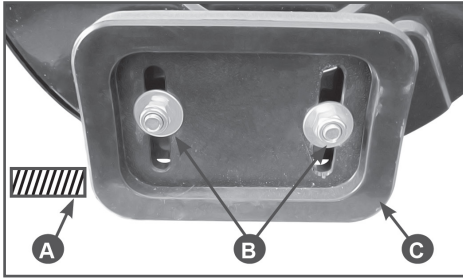

Рис.12 Регулировка высоты забора снега
1. Поместите колодку нужной высоты (А) (равной желаемой высоте от земли) под кожух шнекового механизма Рис.12.
2. Ослабьте гайки крепления ползка (В), Рис.12 и установите ползков (С) на необходимую высоту. Снова затяните гайки.